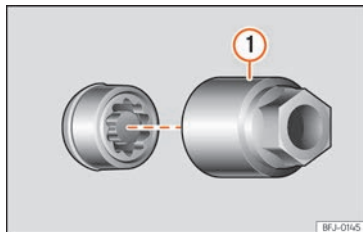

Fig. 37 Boulon antivol de roue avec capuchon et adaptateur.
- Encastrez l'adaptateur spécial » fig. 37 ① (outillage de bord » page 44) sur le boulon de roue antivol jusqu'à la butée.